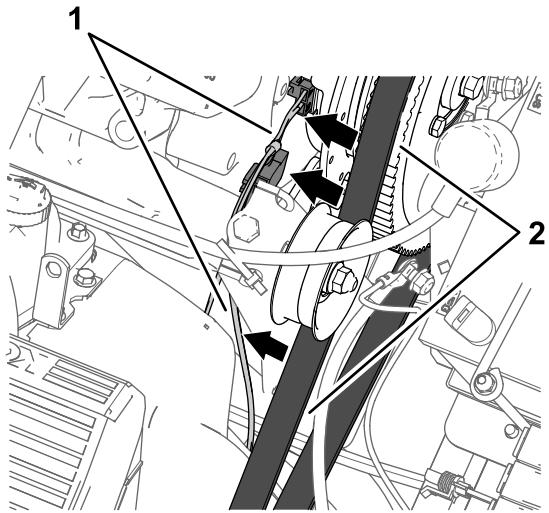

Figura 168
4. Encaminhe a secção de cablagem de 84 cm para o motor e bomba do pulverizador de forma a que fique afastada da correia do alternador (Figura 168).